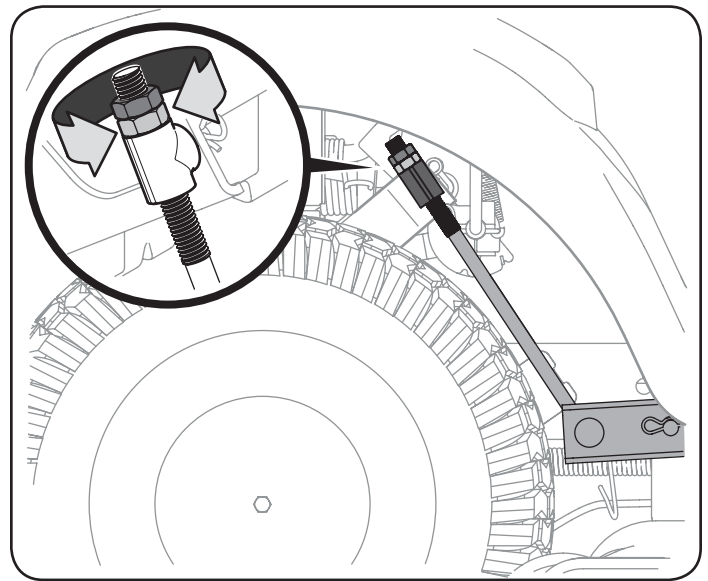

Figura 23
3. Debajo de los guardabarros traseros dentro de las ruedas hay una varilla de ajuste de elevación para cada lado de la plataforma. Vea la Figura 23.